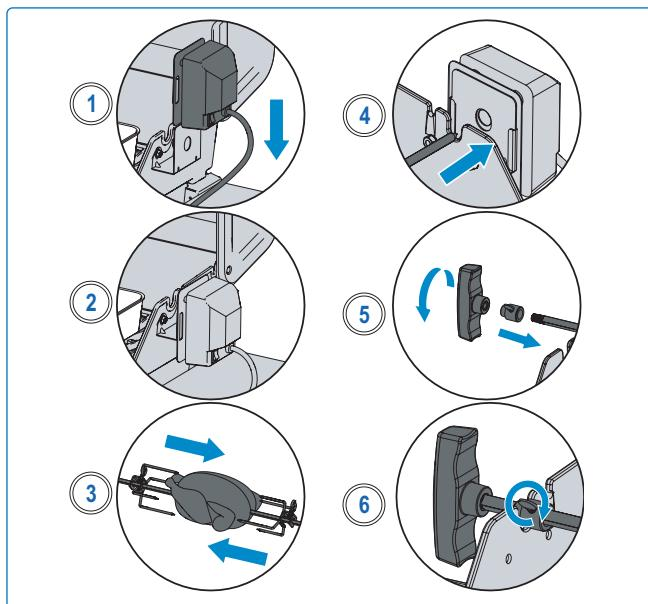

Abb. 16
- Schieben Sie die zweite Drehspießgabel auf den Spießstab und drücken Sie sie in das Hähnchen, bis alle 3 Hähnchen fest zusammengedrückt sind. Festziehen (**Abb. 16**).